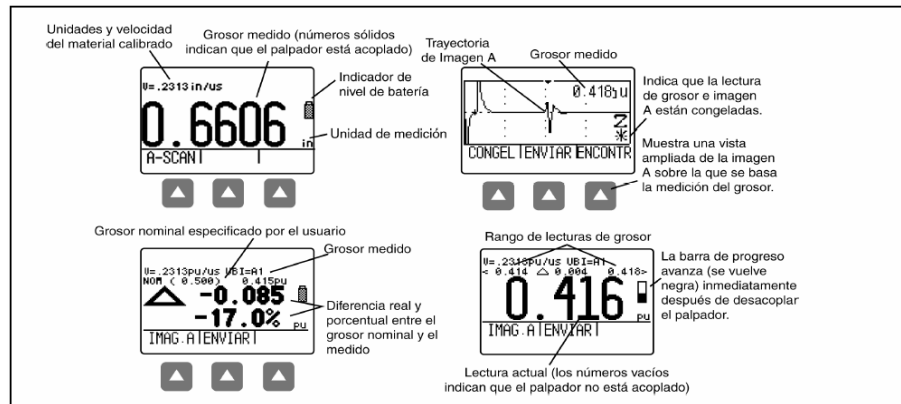

Figura 2-2
- **Modo de medición-**Muestra los valores medidos de espesor de pared, los iconos de estado, el nombre de ficheros y la ubicación del registrador de datos (con la opción Registrador de datos instalada y activada) y la imagen de barrido A en directo (con la opción imagen de barrido A instalada y activada). La Figura 2-2 muestra cuatro pantallas representativas.